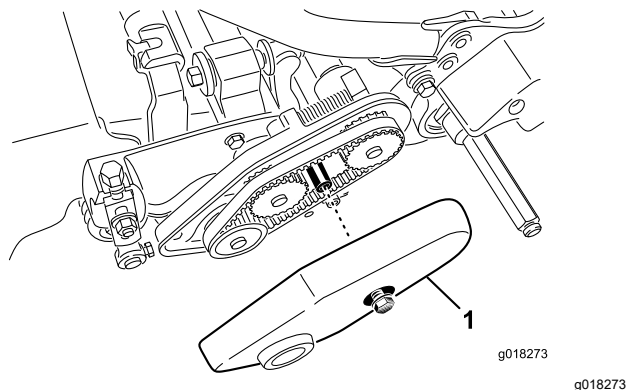

Figure 40
2. Desserrez le boulon à embase qui fixe le protège-courroie et déposez ce dernier pour exposer la courroie (Figure 40).